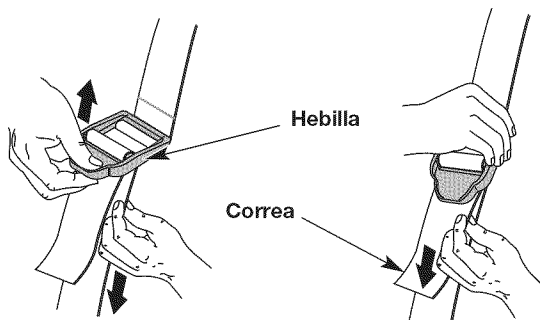

Fig. 5
5. Ajuste la bandolera hasta que le sirva al operador (Fig. 5). Hala la hebilla para aflojar la bandolera. Hale la correa hacia abajo para apretar la bandolera.